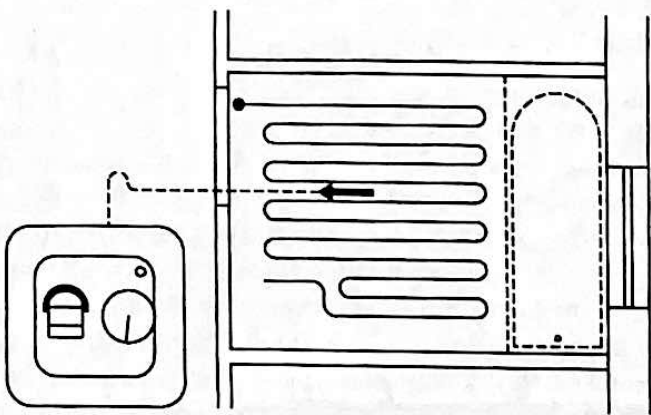

рис.3
Датчик температуры пола размещается в изоляционной трубке, которая укладывается в основание пола (см.рис.3). Окончание трубки герметизируется и располагается как можно ближе к поверхности пола. Трубка с датчиком располагается посередине между витками нагревательного кабеля. Провод датчика может быть удлинен до 50м с помощью двужильного кабеля с сечением не менее 0,5мм
- Рис.3 Монтаж датчика температуры пола